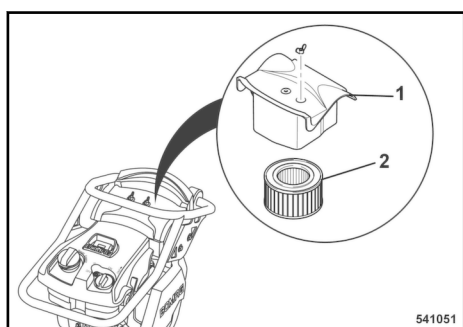

Fig. 47
Desmontar a tampa do filtro do ar (1) ↘ Fig. 47 e retirar o cartucho do filtro (2).